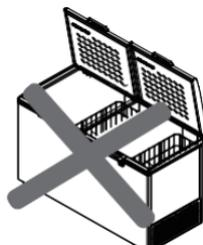

Fig. 9
• No deje la puerta abierta más de lo necesario, esto aumentará el consumo de energía. Asegúrese que las puertas estén bien cerradas en todo momento. Ver Fig. 9